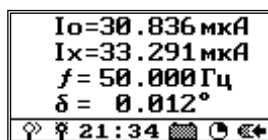

Рисунок 74
7.3.19 Нажатие кнопки запускает третий этап измерений. Дождитесь стабильных повторяющихся данных спустя два-три интервала усреднения (рисунок 74) и зафиксируйте кнопкой результаты третьего этапа измерений (токи I_{o3} и I_{x3}). При необходимости сохранения измеренных величин на SD-карте нажмите кнопку